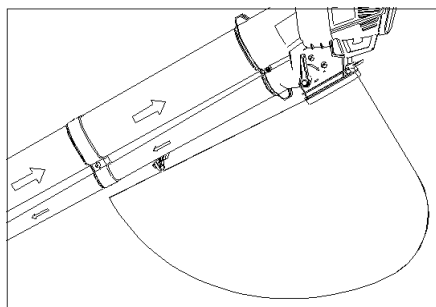
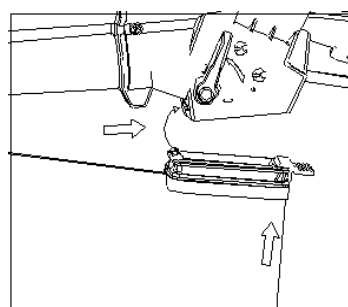

Fig. 7
Fig. 8
3. Montaggio del sacco di raccolta detriti (Fig. 7 e Fig. 8)
Tenere il gancio del sacco di raccolta sul tubo (vedere la Fig. 7), quindi individuare la staffa del sacco di raccolta detriti per inserire il tubo della curva (vedere la Fig. 8).
Selezionare la funzione di soffiaggio con la leva di selezione sul lato della macchina (fig. 7) e accenderla. Posizionare la macchina sulle rotelle e sposterla in avanti con l'estremità del tubo rivolta verso i detriti da rimuovere.
sul lato della macchina (Fig. 7) e accenderla. Posizionare la macchina sulle rotelle e sposterla in avanti con l'estremità del tubo verso i detriti da aspirare. In alternativa, è possibile tenere l'estremità del tubo appena sopra il pavimento e farlo oscillare da un lato all'altro mentre si avvanza, puntandolo verso i detriti da aspirare. Non spingere l'estremità del tubo in mezzo ai detriti per non intasare il tubo di aspirazione e ridurre l'efficienza dell'unità.